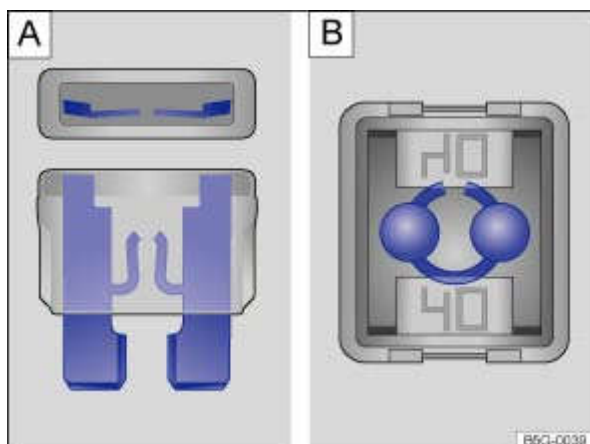

Fig. 272 Fusible grillé : fusible enfichable plat, fusible-bloc
- Un *fusible enfichable plat* (ATO®, MINI®) grillé est reconnaissable à la bande de métal fondu visible par le haut et le côté du boîtier transparent → Fig. 272 **A**.
- Lorsqu'un *fusible-bloc* (JCASE®) est grillé, la bande de métal fondu est visible par le haut à travers le boîtier transparent → Fig. 272 **B**.